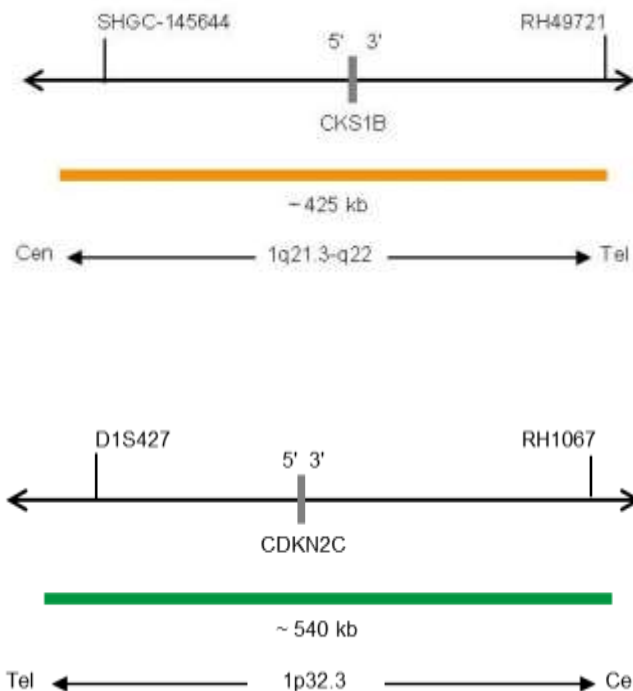

Abb. 1: Oben: SPEC CKS1B Sondenlokalisierung; Unten: SPEC CDKN2C Sondenlokalisierung (nicht maßstabsgetreu)
- ZyOrange (Anregung 547 nm/Emission 572 nm) markierten Polynukleotiden (~4.5 ng/μl), die gegen Sequenzen in 1q21.3-q22* (chr1:154,722,168-155,144,639) gerichtet sind, welche die CKS1B-Genregion enthalten (siehe Abb. 1).
- ZyGreen (Anregung 503 nm/Emission 528 nm) markierten Polynukleotiden (~4.5 ng/μl), die gegen Sequenzen in 1p32.3* (chr1:51,196,272-51,737,475) gerichtet sind, welche die CDKN2C-Genregion enthalten (siehe Abb. 1).